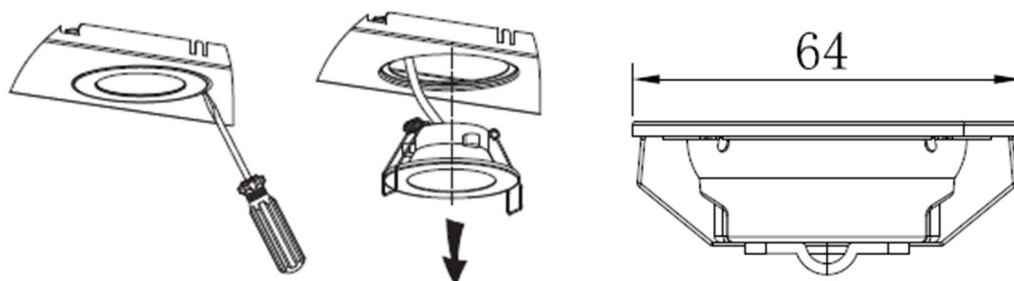

Рис.3
3. Для оптимальной работы устройства не рекомендуется удлинять вытяжную трубу; ее изгиб должен быть отрегулирован, а соединение – герметичным (Рис. 3).
4. Нажмите на пружину, после чего можно снять блок лампы (рис.3).